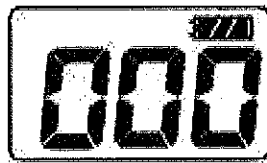

Рис. 12
(7) После того, как дисплей трижды мелькнет, на нем появится {000} (рис. 12). Если же на экране появится {AAA}, долейте воды на призму и нажмите кнопку НОЛЬ